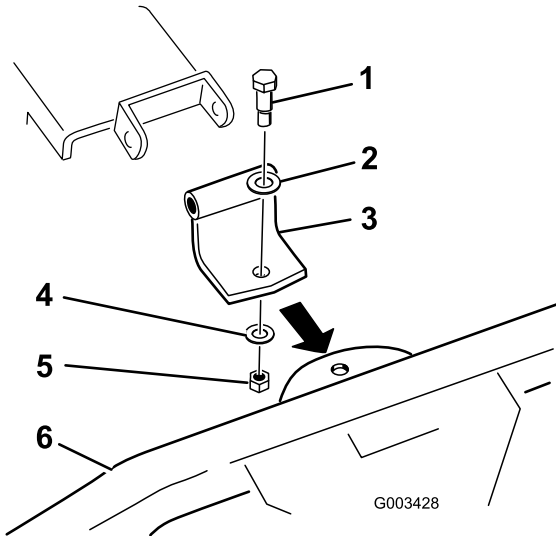

Figura 3
1. Montai suportul pivotant curb la grebla pentru frunze aa cum se arată în Figura 3.